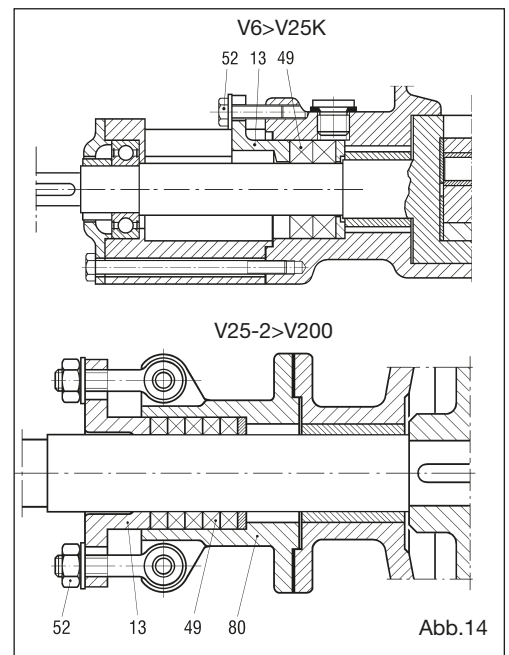
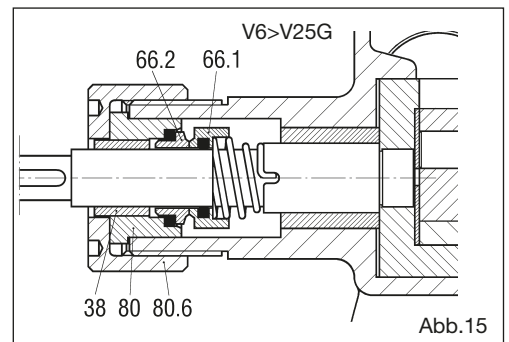

Abb.14
Abb.15
**11.7 Entfernung der Packungsdichtung Pumpen aus Guss von V25-2 bis V200 und Pumpen aus Stahl von V6 bis V25 (Abb. 14)**
- Die Muttern und die Schrauben (52) lösen und die Stopfbüchse (13) befreien.
- Die Packungsringe (49) unter Anwendung eines Abziehers für Packungen oder eines Schraubenziehers entfernen und ersetzen, nachdem der Sitz sorgfältig gereinigt worden ist. Die neue Packung montieren, die als vollständige Konfektion geliefert wird. Falls eine zu konfektionierende Packung verwendet wird, mit Bezug auf die Achse der Packung mit einem 45°-Schnitt auf das Außenmaß der Welle schneiden.
**11.8 Entfernung der mechanischen Dichtung ST5, ST6 Pumpen aus Guss von V6 bis V25 (Abb. 15)**
- Die Abdeckung (80.6) abschrauben und die Dichtungshalterung (80) mit dem stationären Teil (66.2) der mechanischen Dichtung herausziehen.